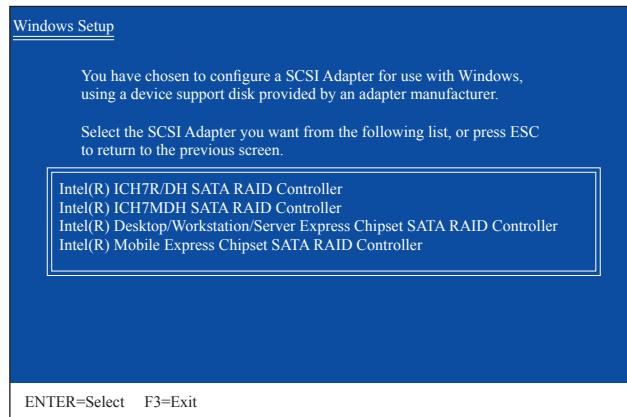

図2
SATA RAID/AHCIドライバを含むフロッピーディスクを挿入し、<Enter>を押します。次に、以下の図2のようなコントローラメニューが表示されます。**Intel(R) Desktop/Workstation/Server Express Chipset SATA RAID Controller**を選択し、<Enter>を押します。AHCIモードの場合、キーボードの矢印キーを使用して**Intel(R) Desktop/Workstation/Server Express Chipset SATA AHCI Controller**アイテムにスクロールし <Enter> を押します。